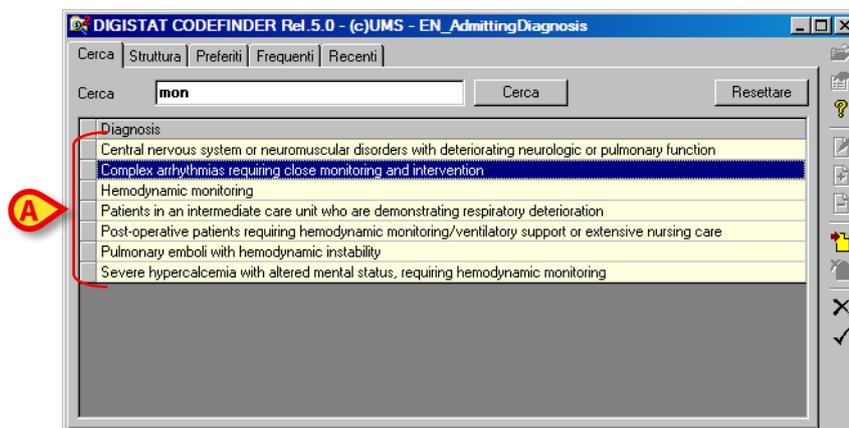

Fig 69
2. Cliccare il pulsante **Cerca** (Fig 69 B). Il sistema mostrerà tutti gli elementi contenenti i caratteri specificati (Fig 69).